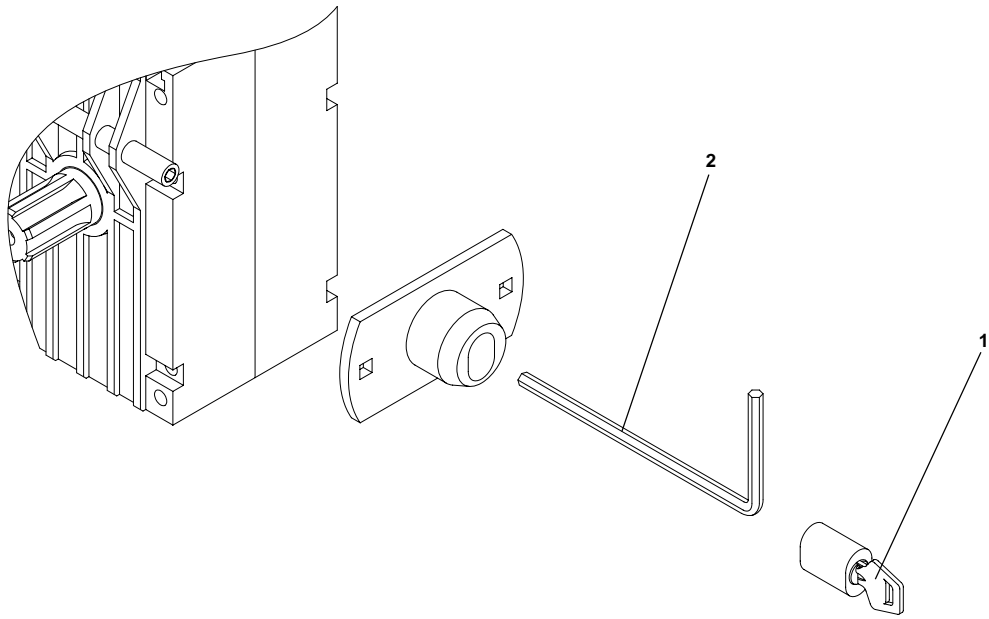

Fig.13
7.3 Sblocco esterno con chiave personalizzata (fig. 13) Levare il blocchetto con la chiave personalizzata 1. Sbloccare tramite la chiave a brugola 2.
7.3 External release with personalized key (fig. 13). Remove the block with the personalized key 1. Release by using the Allen screw 2.
7.3 Débloccage extérieur avec clé personnalisée (fig. 13)
7.3 Desbloqueo exterior con llave personalizada (fig.13). Quitar el cilindro con la llave personalizada 1. Desbloquear mediante llave "allen" 2.